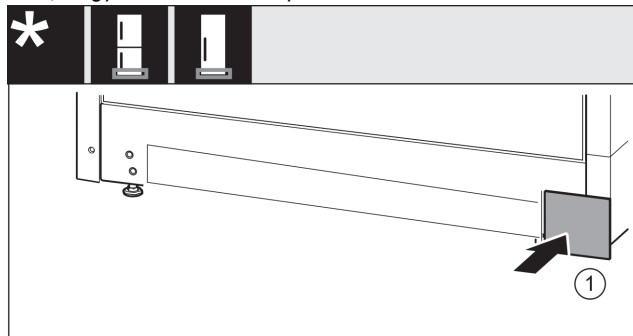

Fig. 38
- ▶ Tegye vissza a fedelet Fig. 38 (1) a másik oldalra.